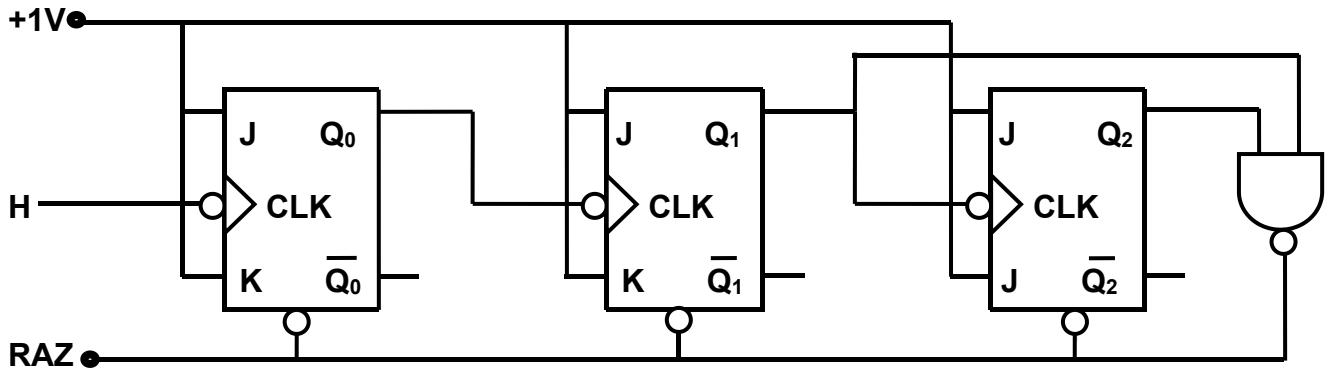

Figure 6
Le seul document technique restant dans un système de comptage des jus de fruits dans une entreprise est le schéma donné à la figure 6 ci-dessous :
3.2.2 Déduire à partir de la figure 6 ci-dessus le modulo de ce compteur. (0,5pt)
3.2.3 Identifier le type de bascule utilisée à la figure 6 ci-dessus. (0,5pt)
3.2.7 Reprendre le schéma donné à la figure 6 ci-dessus sachant que le compteur compte maintenant dans le sens inverse. (3pts)